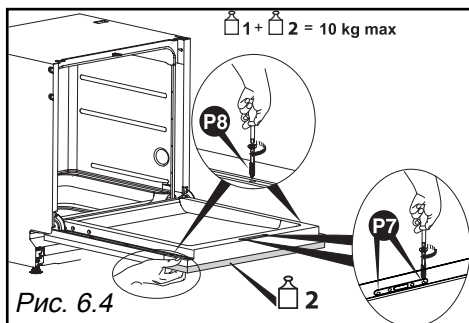

Рис. 6.4
- Откройте дверцу посудомоечной машины, плотно прижимая переднюю фальш-панель выдвижного ящика к дверце. Отцентрируйте деревянную панель относительно панели управления. Вставьте 2 винта **P7** и 2 винта **P8** (Рис. 6.4).